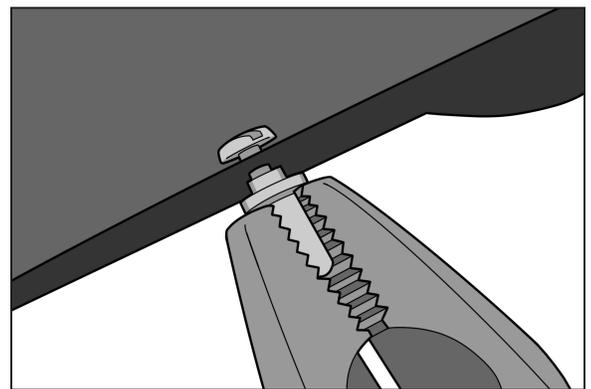

Abb. 6
2. Greifen Sie den BoS Pin 2.1 mit der Flachzange an den flachen Seiten (Abb. 6).